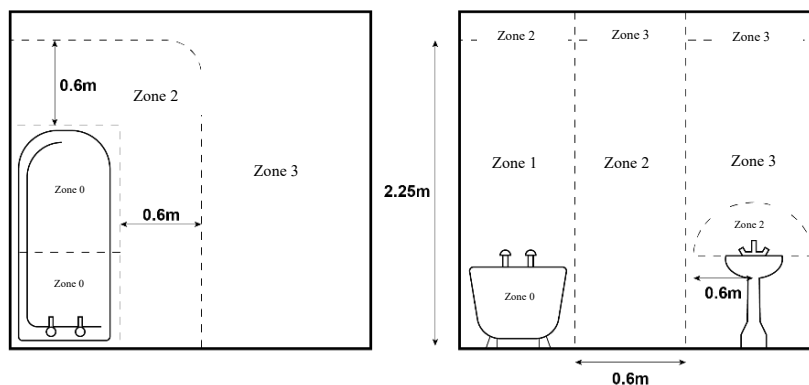

Abbildung 3
- Der RIO / RIO-WIFI-Regler darf nicht in einen Heizkörper in ZONE 0 oder ZONE 1 (Zonendefinition IEC 60364-7-701 siehe Abbildung 3) eingebaut werden.